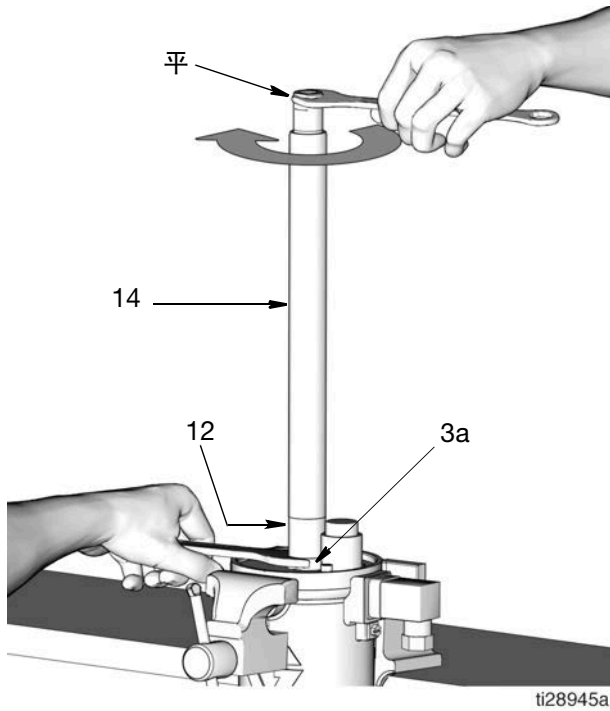

图 39
17. 将泵气缸 (12) 装在气动马达气缸 (3) 内。用扳手拧紧螺母 (3a)。用 28 至 32 英尺磅 (37.9 至 43.4 牛·米) 的扭力拧紧。
18. 在泵气缸 (12) 上安装出口管 (14)。用扳手将螺母 (3a) [位于泵气缸 (12) 的底部] 固定就位。第二个扳手紧固出口管 (14) 的平面。顺时针转动出口管，将其拧紧到泵气缸 (12) (图 39) 上。用 28 至 32 英尺磅 (37.9 至 43.4 牛·米) 的扭力拧紧。